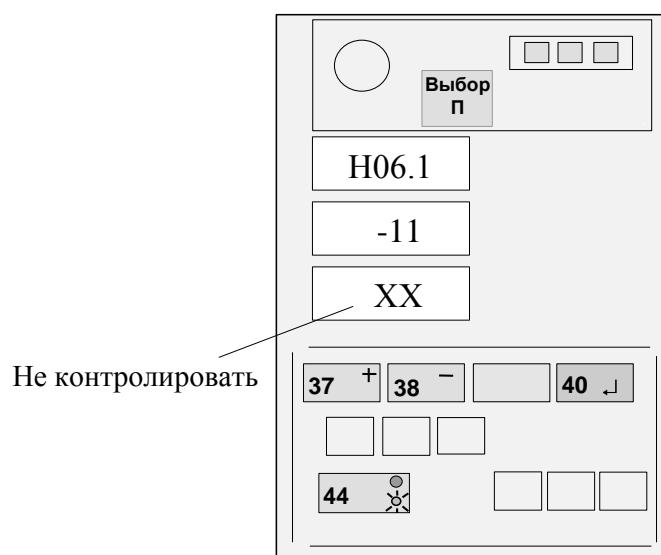

Рисунок 20 - Ввод температурного коэффициента
Если значение коэффициента, указанное на жгуте ПрД, отличается от значения, выдаваемого на средний ИЖЦ, нажатием кнопки 44 установить на верхнем ИЖЦ код "H04.1", а затем, нажимая кнопки "+" (37) и "-" (38), установить на среднем ИЖЦ значение коэффициента для штокового ПрД (см. рисунок 20 для коэффициента M11), причем знак плюс на индикаторе не отображается, а знак минус отображается символом " - ".